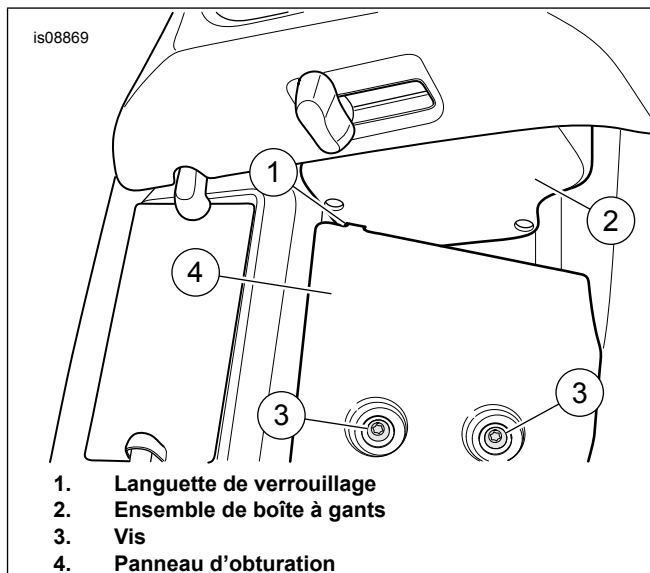

Figure 2. Languette de verrouillage et panneau d'obturation
2. Voir Figure 2 . À l'avant, retirer les vis (3), le panneau d'obturation (4) et la boîte à gants (2). Déconnecter la tringlerie du volet d'aération.